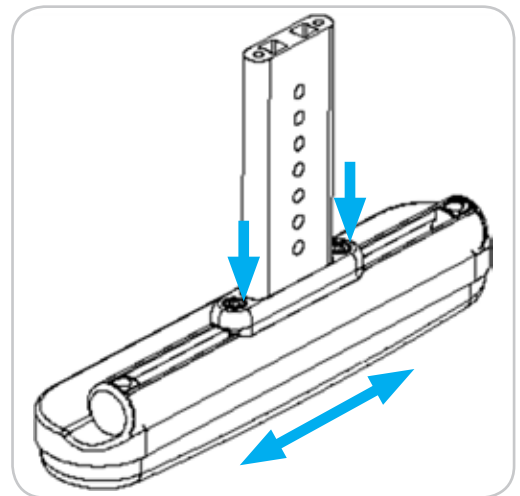

Figura 34
3. Allentare i bulloni utilizzando una brugola da 4 mm. Cfr. Figura 34.